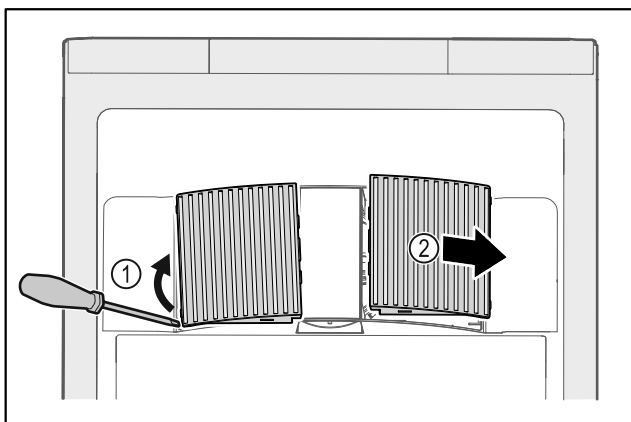

Fig. 46
- ▶ Nxirrni jashtë duke i ngritur lart me kujdes kapakët mbulues të ventilatorit nga anash Fig. 46 (1) dhe hiqini nga përpara Fig. 46 (2).